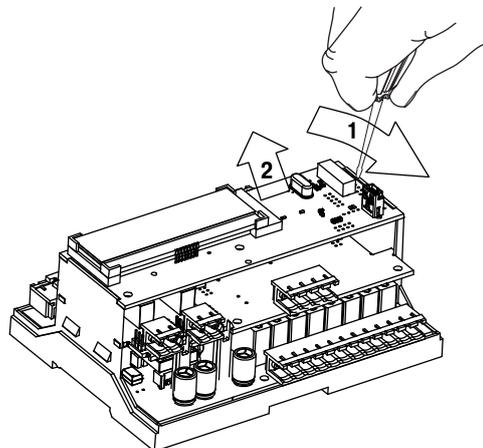

Abb. G.2 Obere Leiterplatte entfernen
2. Verwenden Sie einen Schraubendreher, um die obere Leiterplatte in der Nähe des USB-Anschlusses hochzuhebeln und sie von der mittleren Leiterplatte vorsichtig abzutrennen (Abb. G.2).